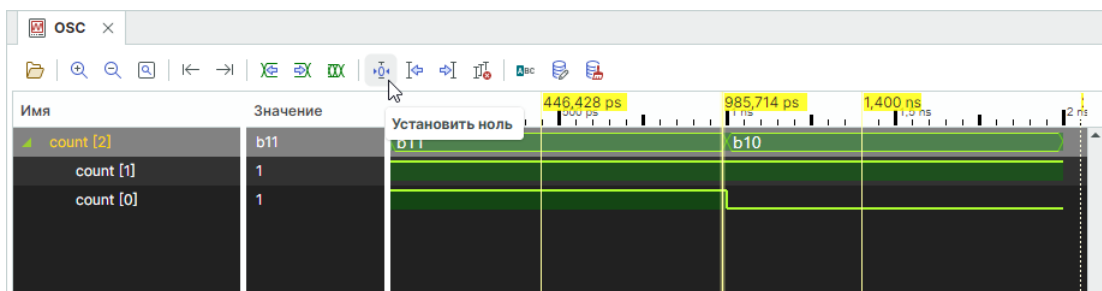

Рис. 40 Назначение курсора в качестве относительной точки отсчета
2. Нажмите кнопку , см. Рис. 40.